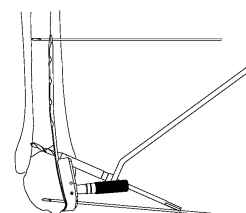

図6
- 6) リダクションホールに2.5ドリルガイドをあてがい、イメージインテンシファイヤー (X線透視) で確認しながら、2.5ドリルにてドリル先端が対側皮質から2mm程突出するまでドリリングします。(図6)